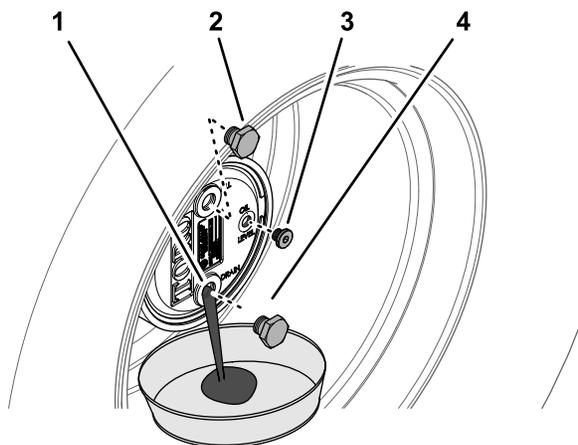

Figure 60
2. Enlevez le bouchon de remplissage de la position 12 heures et le bouchon de contrôle de la position 3 heures (Figure 60).
3. Placez un bac de vidange sous le moyeu du train planétaire, enlevez le bouchon de vidange à la position 6 heures et vidangez toute l'huile (Figure 60).
5. Insérez le bouchon de vidange dans l'orifice de vidange du carter de train planétaire (Figure 60).